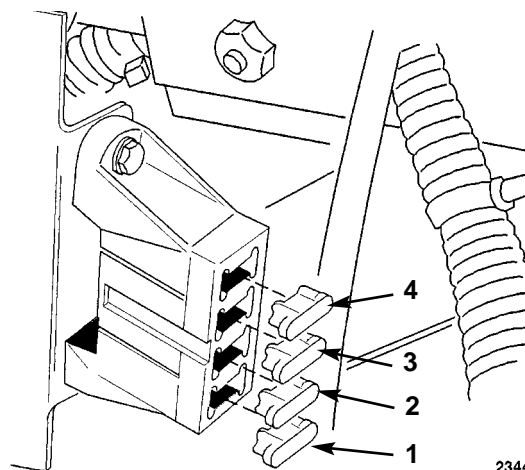

Fig. 34
3. Pulite attorno al serbatoio dell'olio (Fig. 34) al fine di vedere con chiarezza il livello dell'olio, ed impedire che corpi estranei cadano nel serbatoio se si deve rabboccare.
L'impianto elettrico è protetto da fusibili che non necessitano di alcuna manutenzione. Tuttavia, se dovesse saltare un fusibile, verificate il componente o l'impianto per eventuali guasti o cortocircuito. Per togliere o sostituire un fusibile, sollevatelo (Fig. 34).